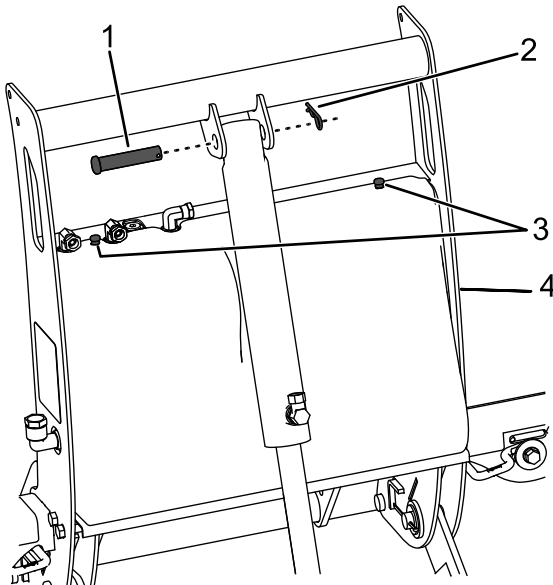

Figura 30
2. Retire la chaveta y el pasador de la parte superior del cilindro de elevación e inclínelo hacia adelante (Figura 30).
3. Retire los 2 tornillos de apriete manual que mantienen la cubierta de la torre del acoplamiento sujeta a la torre del acoplamiento (Figura 30).